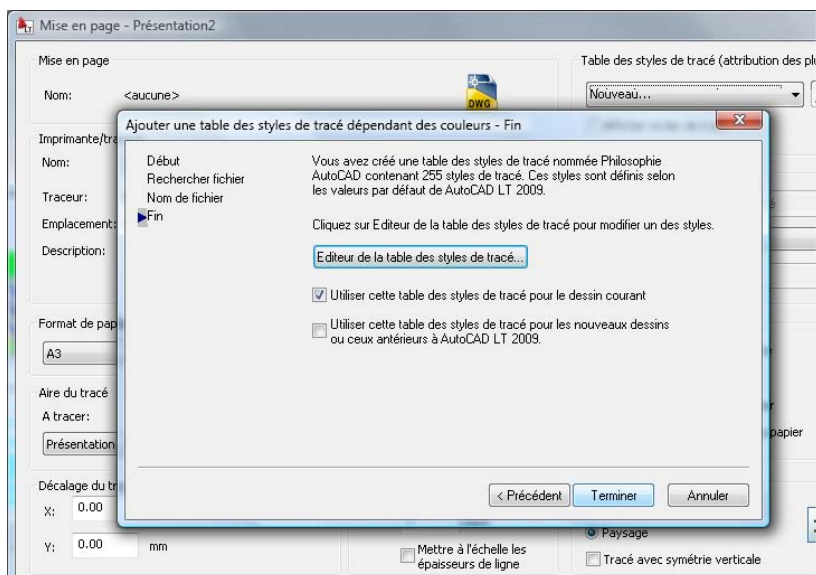

Figure 6.53
12. Après avoir effectué tous les réglages nécessaires dans la table des styles de tracé, cliquons simplement sur le bouton Enregistrer et Fermer. La boîte de dialogue à l'origine de la création du fichier réapparaît (voir Figure 6.53). Cliquons sur le bouton Fermer.